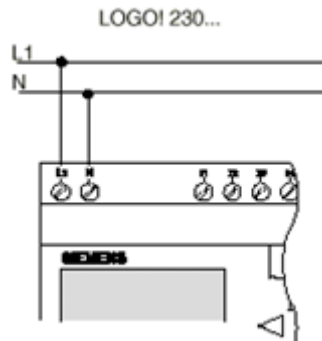

Figura 4.9: Conexión de la alimentación del LOGO
4. Para alimentar al LOGO con energía se conecta al terminal L una fase de 230V AC y al terminal N el neutro como se muestra en la Figura 4.9: